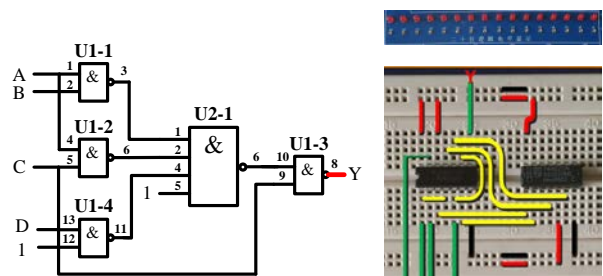

图 14 连接输出信号
- 6、**连接输出信号,** 将输出 Y 对应管脚, 同样用丁字线, 与实验箱上发光二极管连接, 如图 14 所示